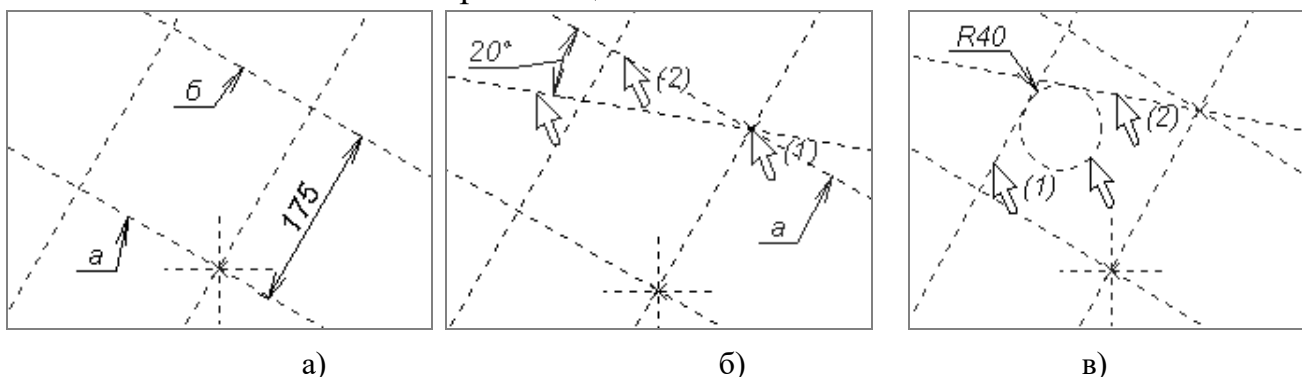

Рисунок 9 – Порядок создания параллельной и наклонной прямых, а также касающейся их окружности
2.2.4 Постройте прямую «б» (рисунок 9а), параллельно отстоящую от прямой «а» на 175 мм. (Построения аналогичны рассмотренным в пункте 2.2.2).
2.2.5 Постройте прямую, проходящую под углом 20° к прямой «а» (Рисунок 9,б). (Построения аналогичны рассмотренным в пункте 2.2.1).
2.2.6 Постройте окружность, касающуюся двух прямых. Порядок построения: вызвать команду , указать курсором на прямую (1) (рисунок 9в), затем на прямую (2). Далее в окне свойств элемента построения задать числовое значение радиуса 40 мм и нажать левую клавишу мыши или кнопку «Enter» на клавиатуре.